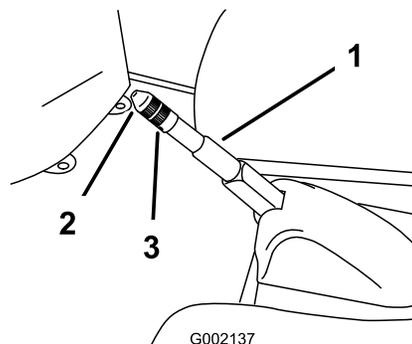

Bild 38
2. Lösen Sie die Stellschraube, mit der das Handrad am Feststellbremshebel befestigt ist (Bild 38).